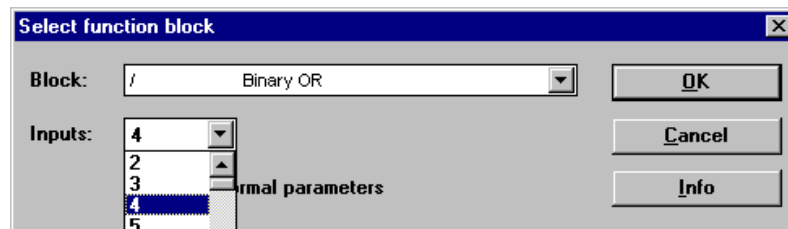

图 5—10：功能块复制输入端
- ⇒ 复制输入端通过双击改变功能块属性来实现，从下拉菜单 *"Number of inputs"* 选择输入数量(参见图 5—10).